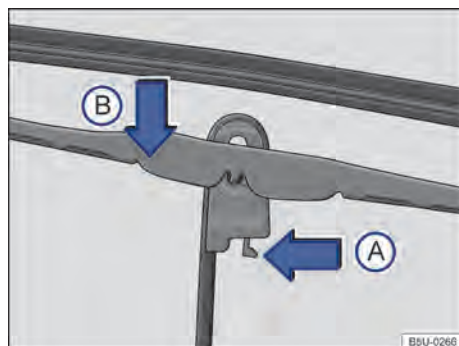

Fig. 150 Substituir as palhetas dos limpadores do para-brisa.
- Colocar a palheta em uma posição perpendicular em relação ao braço → Fig. 150.
- Apertar a trava de segurança no sentido da seta ①.
- Desencaixar a palheta no sentido da seta ②, deslocar no sentido oposto ao braço do limpador e remover no sentido oposto ao da seta ③.